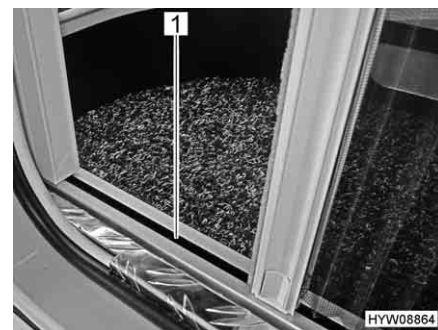

Fig. 23 Guida inferiore della protezione contro gli insetti
- ▷ Durante l'apertura e la chiusura, afferrare la barra di presa con entrambe le mani. In questo modo è possibile limitare la possibilità che la protezione contro gli insetti si inceppi nelle guide (Fig. 23,1).